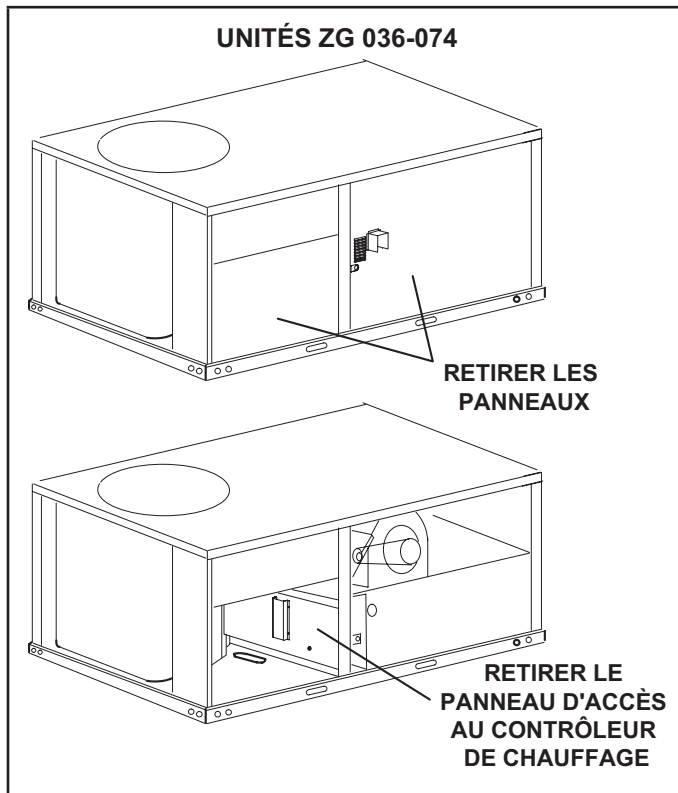

Figure 1
- 2 - Ouvrir les panneaux d'accès comme illustré à la Figure 1. Sur les unités LGM/LGH/KG/SG, retirer le montant entre les sections chauffage et compresseurs.